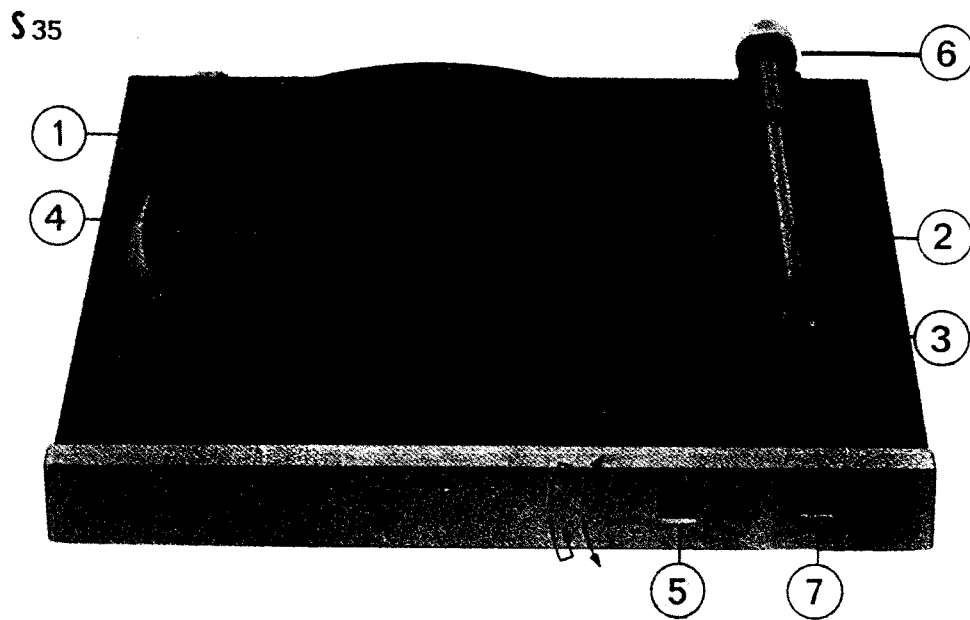

Abb. 1
Bei der dargestellten Funktion „Stop“ (Abb. 1) wird der Kopfträger (2) durch sein Eigengewicht und durch die Zugfeder (3) so weit nach unten bewegt, daß das Reibrad (4), das auf dem mitgeschleppten Hebel (5) sitzt, an beiden Wickelrädern (6), (7) anliegt und durch die Keilwirkung als Wickelbremse wirkt.